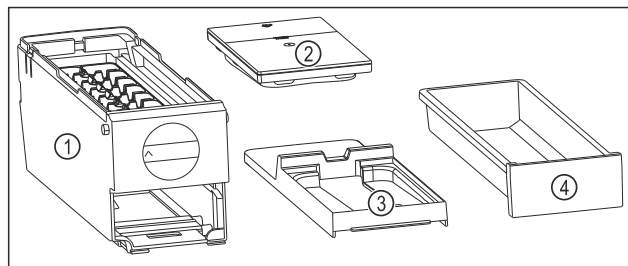

Fig. 143 Beståndsdelar i EasyTwist-Ice
- EasyTwist-Ice är delad i fyra delar. (se Fig. 143)
- Ta endast isär EasyTwist-Ice i de avbildade beståndsdelarna. (se Fig. 143)
- Rengör EasyTwist-Ice-enheten Fig. 143 (1) i sin helhet.